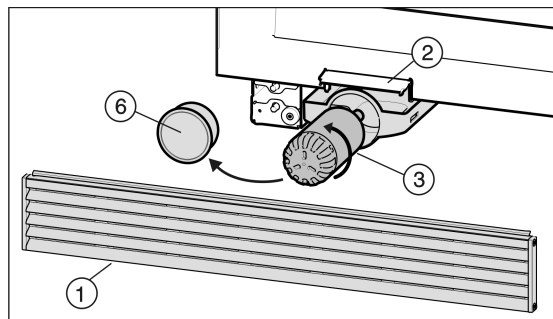

Fig. 5
- Sujete la rejilla de aire Fig. 5 (1) por la parte superior y retírela hacia delante.
- Abra la tapa de cambio de filtro Fig. 5 (2).
- Extraiga el filtro de agua Fig. 5 (3).
- Retire la tapa del filtro Fig. 5 (6).
- Gire el filtro de agua Fig. 5 (3) unos 100 ° en el sentido contrario a las agujas del reloj y retírelo.